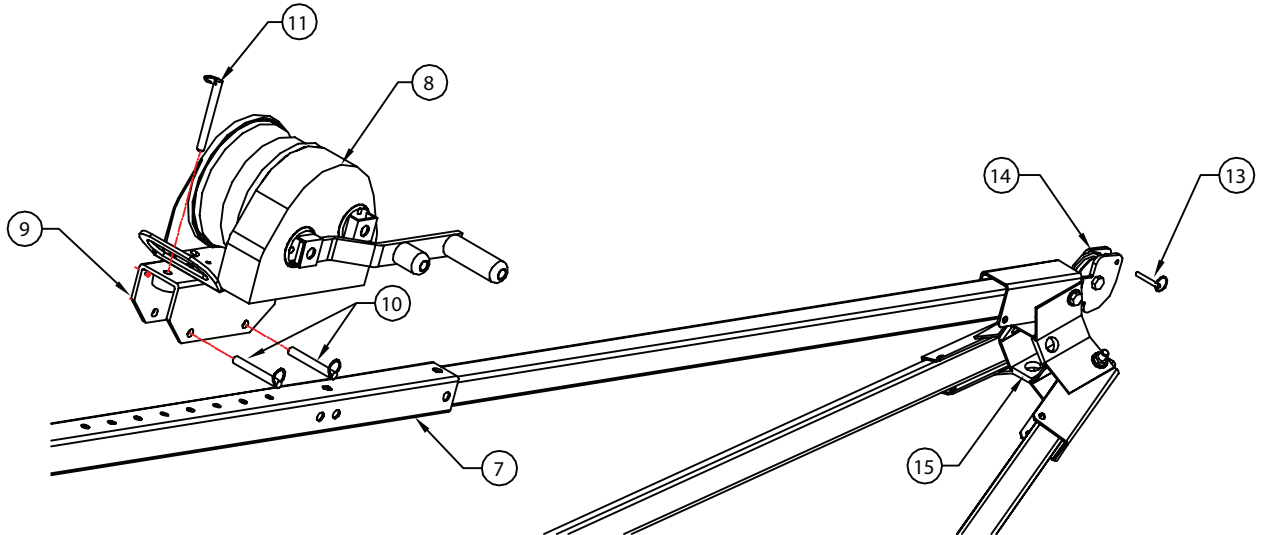

Fig. 4C
2. Retirer les trois broches de retenue du support de treuil [10,11] et installer le support de treuil [9] sur le pied du trépied [7] (voir Fig. 4c).